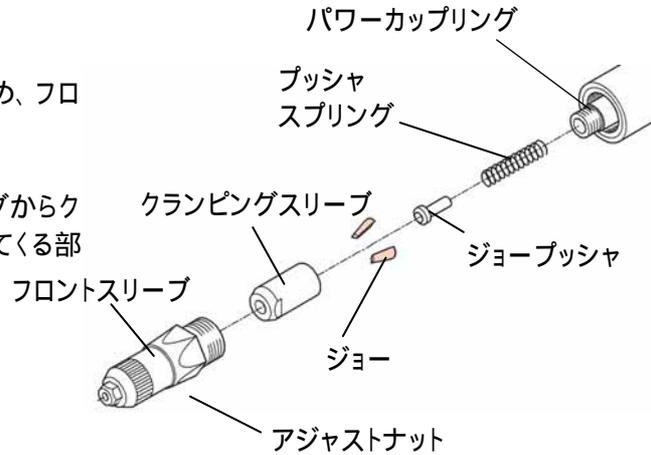

図6 - 4
- (2) 17mmスパナ等を使用して、パワーカップリングからクランピングスリーブを外してください。この時外れてくる部品を図6 - 4に示します。
- (3) これらの部品を灯油等で洗浄してください。特に、ジョーの歯に詰まった金属粉はワイヤブラシ等で充分に取り除いてください。(図6 - 5)